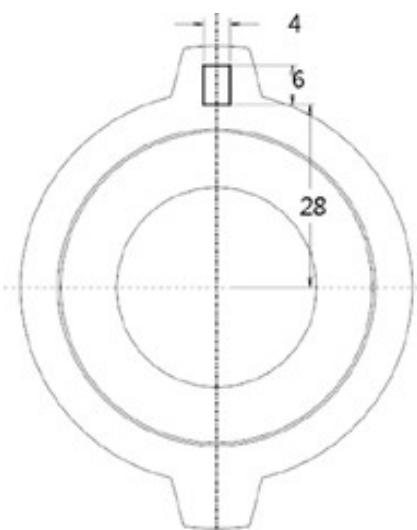

图4-16 绘制矩形截面
Step 41 绘制一个矩形截面，并将矩形的两条竖直边关于Y轴对称，如图4-16所示。